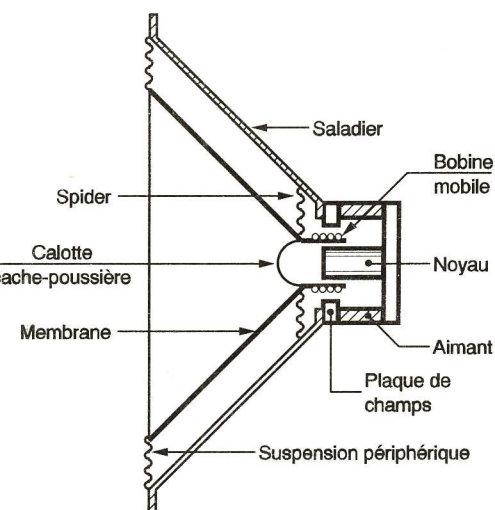

Fig. 2
- **D'une culasse** formant le circuit magnétique (**fig. 2**) comprenant un aimant permanent annulaire en ferrite de baryum, d'une plaque de champ supérieure percée d'un orifice formant la partie externe
Exemple de cadran de millivoltmètre HF gradué en dB. Le 0 dB vaut dans ce cas 1 mW sur 50 Ω. Fig 2